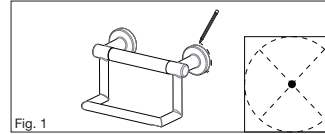

Fig. 1
4. Use a pencil and mark the centers on each side of the product for the mounting locations. **(Fig. 1)**
- À l'aide d'un crayon, marquez le centre des emplacements de montage de chaque côté du produit. **(Fig. 1)**